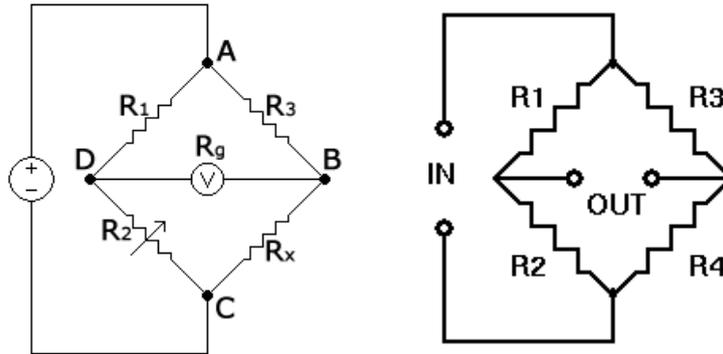

FIGURE 2 – Pont de Wheatstone
Un pont de Wheatstone est un instrument de mesure utilisé pour mesurer une résistance de valeur inconnue en équilibrant les 2 branches d'un circuit en pont. Dans le circuit de la figure 2,  $R_x$  représente la résistance inconnue à déterminer,  $R_1, R_2, R_3$  sont de valeur connue,  $R_2$  est variable (dans notre cas nous changerons ce composant du circuit). Si le rapport des résistances dans la branche  $\frac{R_2}{R_1}$  est égal à celui de la branche  $\frac{R_x}{R_3}$ , alors la tension traversant  $R_g$  sera nulle et aucun courant ne circulera entre les 2 branches. Le signe du courant indique si  $R_2$  est trop grand ou trop petit.
- Construisez le circuit de la figure 2 avec les paramètres suivants :  $R_1 = R_3 = 100 \text{ k}\Omega$ ,  $R_2 = 33 \text{ k}\Omega$ ,  $R_x = 10 \text{ k}\Omega$ ,  $R_g = 22 \text{ k}\Omega$ . Appliquez une tension de 5V et mesurez la tension sur  $R_g$  avec un voltmètre.
- Le circuit de la figure 2 peut être représenté par la figure de droite, c'est-à-dire 2 diviseurs de tension en parallèle, sans la présence de  $R_g$ . A l'aide de ce principe, calculez les tensions fournies par chacun des diviseurs, et trouvez la tension de sortie, qui correspond à  $V_g = V_{div1} - V_{div2}$